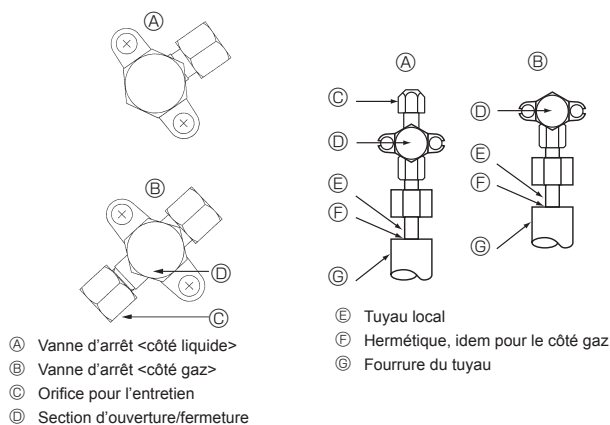

Fig. 4-4
- * Tournez la section (A) uniquement. (Ne serrez pas davantage les sections (A) et (B) l'une contre l'autre.)
- (C) Flexible de charge
- (D) Ouverture de service
4.4. Test d'étanchéité des tuyaux de réfrigérant (Fig. 4-4)